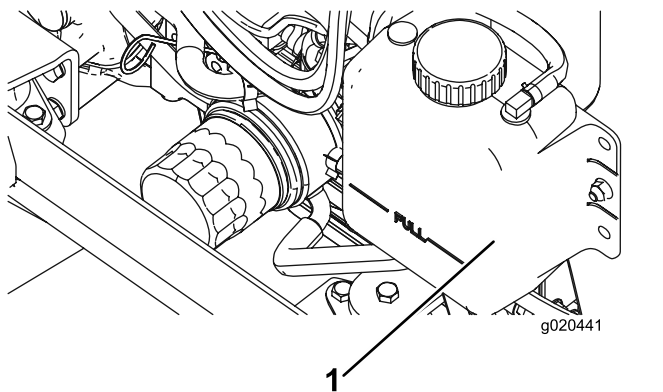

Figura 89
1. Retire cuidadosamente a tampa do radiador e a tampa do depósito de expansão (Figura 89).